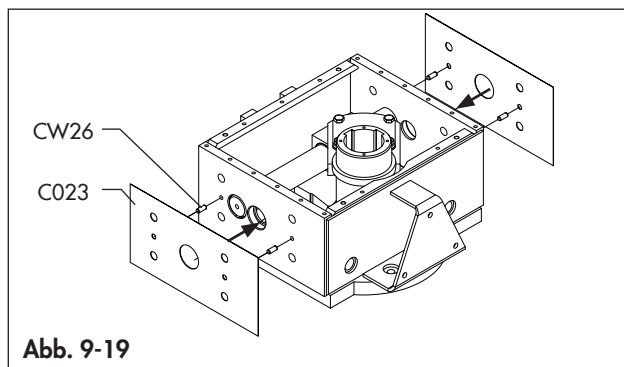

Abb. 9-19
- Legen Sie die Dichtungen (C023) unter Beachtung der korrekten Position der Stifte (CW26) an Zentralmodulgehäuse (C015) gemäß Abb. 9-19.